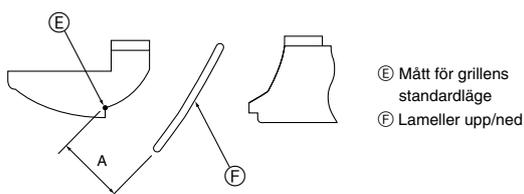

Fig. 8-10
- För att justera den önskade luftflödesriktningen, flytta långsamt lamellerna upp/ ned inom angivet område. (Fig. 8-10)